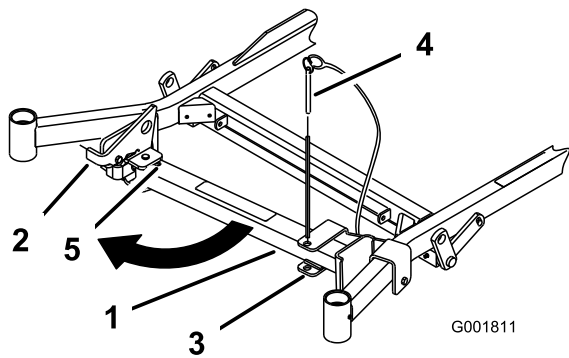
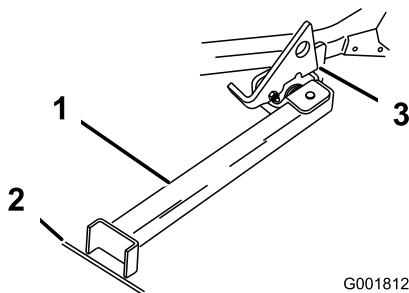

Bild 33
Bild 34
2. Nehmen Sie den Halterungsstift ab (Bild 33).
3. Heben Sie den Riegel an. Drehen Sie den Ständerfuß nach vorne heraus und schieben Sie den Ständer zur Maschine in den unteren Schlitz (Bild 33 und Bild 34).
6. Stellen Sie den Fuß auf den Boden und lassen Sie den Riegel auf der Drehlasche aufliegen (Bild 34).
Hinweis: Stellen Sie den Ständerfuß am besten in Risse auf Gehwegen oder in der Rasenfläche (Bild 34).
8. Fahren Sie auf den Stand auf. Halten Sie an, wenn der Riegel über die Lasche in die arretierte Stellung einrastet (Bild 34). Stellen Sie nach dem Auffahren auf den Stand die Feststellbremse fest und stellen Sie den Motor aus.
7. Stellen Sie den Ständer wieder in die Ruhestellung (Bild 33).